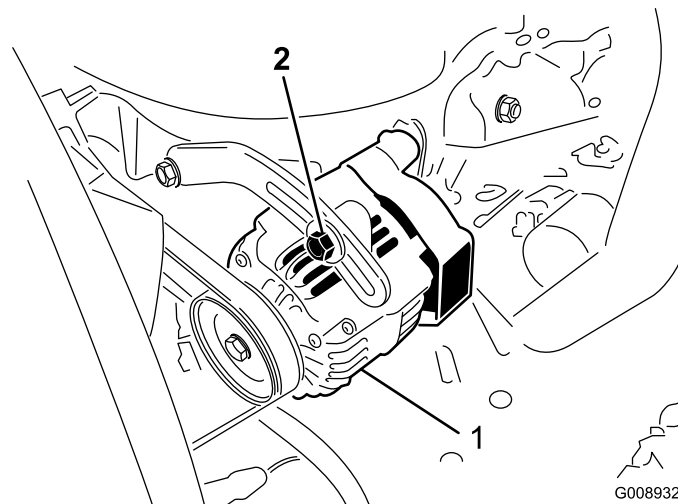

図 54
ベルト(図 54)は100運転時間ごとに劣化状態と張りを点検します。
2. たわみが10mmでない場合には、オルタネータ取り付けボルトをゆるめる(図 54)。適当な張りに調整してボルトを締める。ベルトのたわみが適切に調整されたことを確認する。